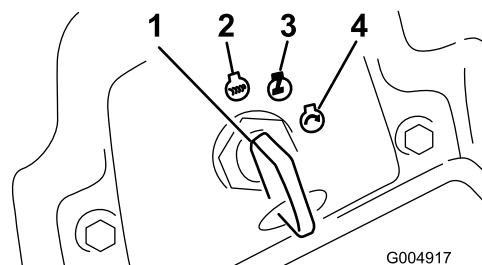

図 16
3. キーを OFF 位置に回す (図 16)。すべての部分が完全に停止してから運転席を立つ。
6. キーを RUN 位置に回す (図 16)。グロープラグランプが6秒間点灯する。